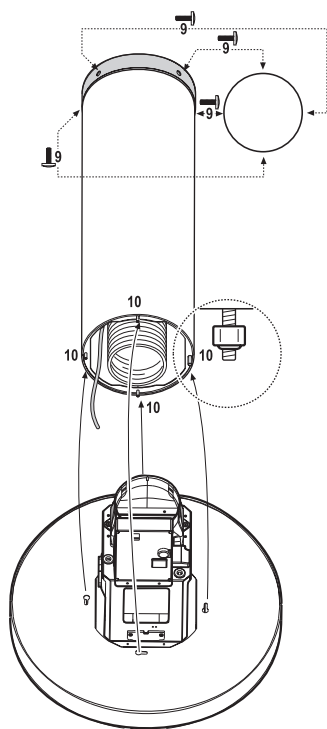

Fig. 3
8. Märk av och förborra 4 st hål i skorstenen som därefter fästes i takflänsen med hjälp av 4 st skruvar. (fig. 3)
9. Flexslangen, som bör hänga ned 10-15cm under skorstenen, monteras på motorens utblåsningsfläns. (fig. 3)